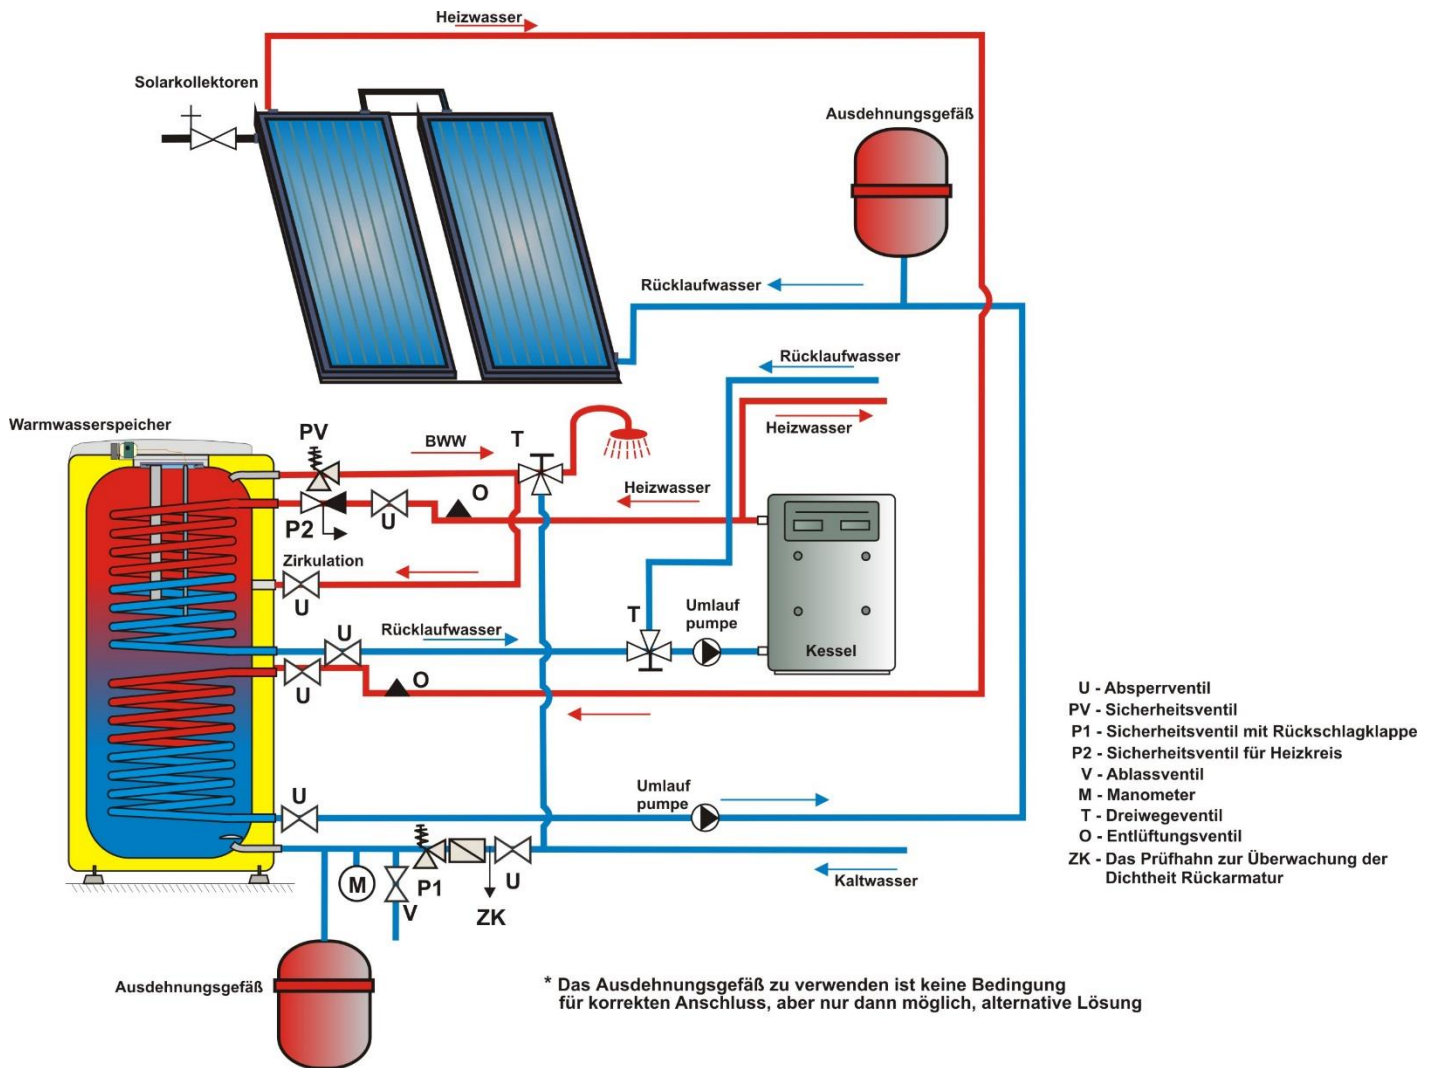
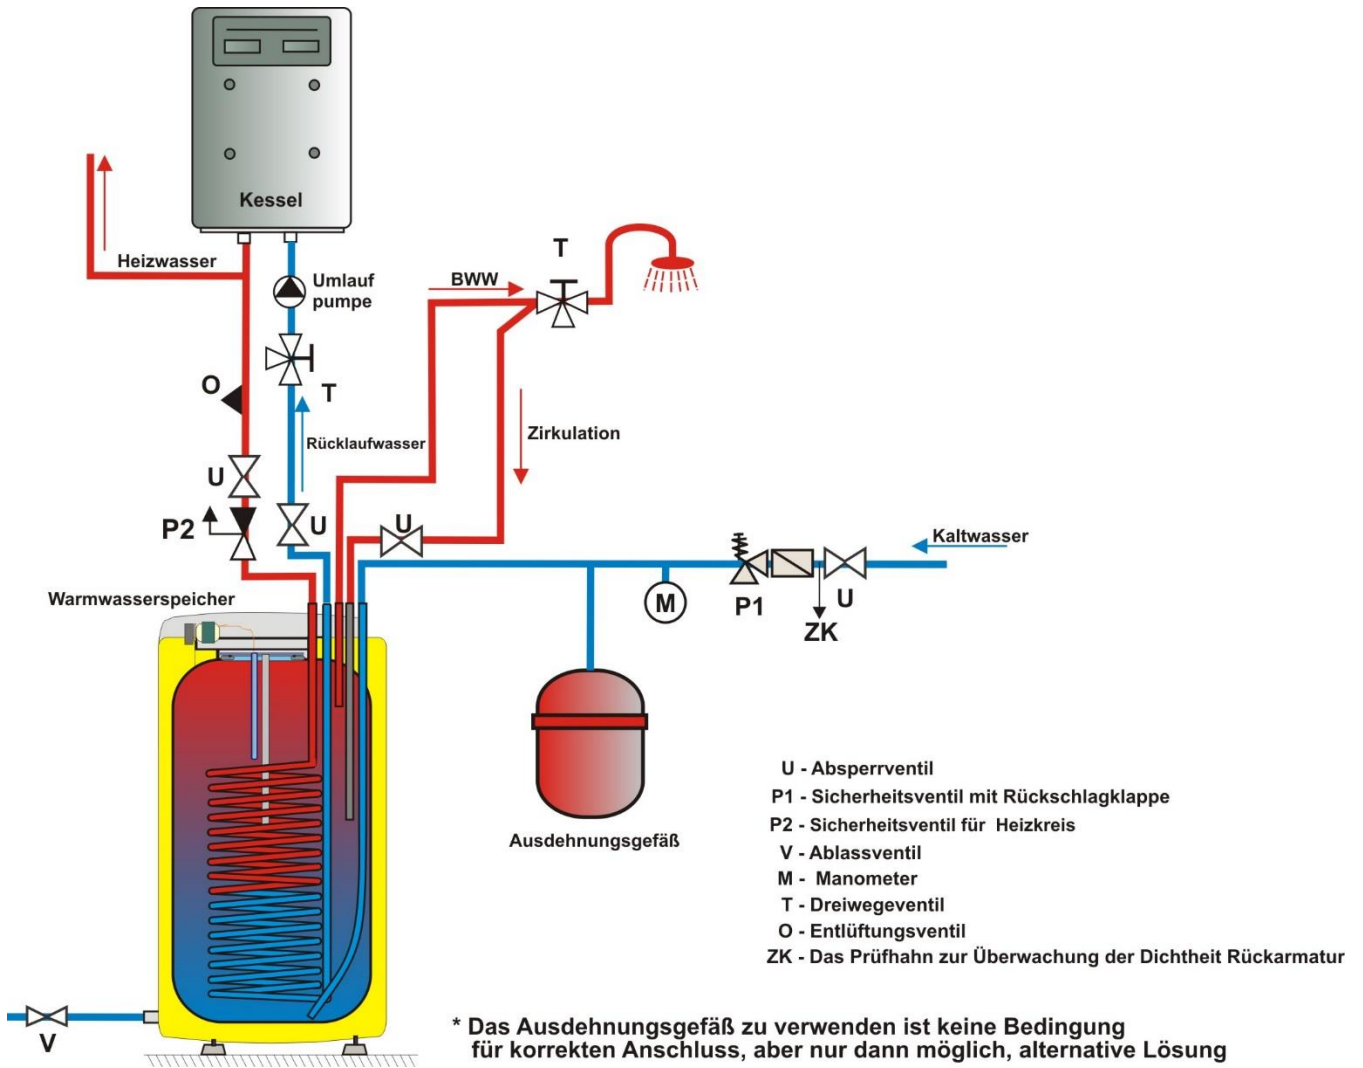

Abbildung 10
Abbildung 11
Der Anschluss der Warmwasserspeicher an die Wasserinstallationen ist auf folgenden Abbildungen dargestellt (Abbildung 7, Abbildung 8, Abbildung 9, Abbildung 10, Abbildung 11). Um den Warmwasserspeicher eventuellen abmontieren zu können, sind an den Brauchwasserzulauf und -auslass Verschraubungen Js 3/4" zu montieren. Ist die WBW - Verteilung mit einem Zirkulationskreislauf ausgestattet, so wird der "Rückwärtsgang" an dem als ZIRKULATION gekennzeichneten Einlass angeschlossen. Die Typen 100, 125, 160 NTR sowie 100, 125, 160 NTR / HV sind mit einem Ablassaustritt ausgestattet. Bei den Typen 200 NTR(R) ist am Eintritt von Warmnutzwasser die "T" Armatur mit einem Ablassventil zu montieren. Der Warmwasserspeicher muss zum Betrieb mit einem Sicherheitsventil ausgestattet sein. Das Sicherheitsventil wird an den mit dem blauen Ring gekennzeichneten Kaltwasserzulauf montiert. Wir empfehlen, die Warmwasserverteilung vom Warmwasserspeicher möglichst kurz zu gestalten, um die Wärmeverluste zu reduzieren. Die Wasserspeicher müssen mit einem Auslassventil in der Kaltwasserzuleitung bestückt werden, um die eventuelle Demontage oder Reparatur ermöglichen zu können.